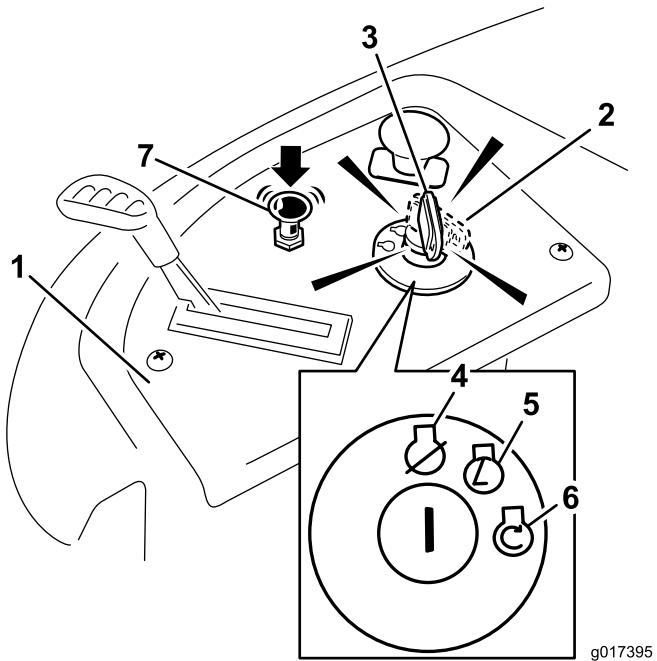

Figura 14
- 4. Girate la chiave di accensione in posizione Start per attivare il motorino di avviamento; Rilasciatela quando il motore si accende (Figura 14).
5. Dopo l'avvio del motore, premere il comando dello starter (Figura 14). Se il motore si spegne o esita, tirate verso l'alto il comando dello starter e lasciate girare il motore per alcuni secondi. Quindi premete il comando dello starter. All'occorrenza, ripetete il procedimento.
3. Girate la chiave di accensione in posizione Off (Figura 14) e toglietela.